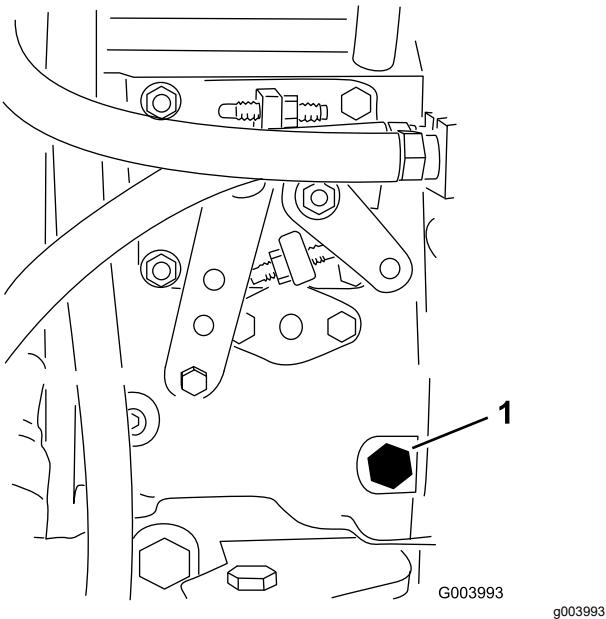

Рисунок 23
- Выверните винт для продувки из топливного насоса для впрыска топлива (Рисунок 23) 12-миллиметровым ключом.